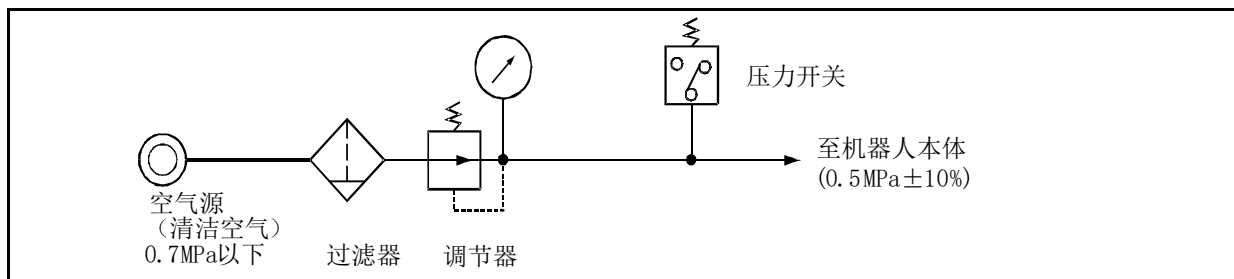

图 2-19：抓手用压缩空气供应电路示例
抓手用压缩空气供应电路示例如图 2-19 所示。
- 2) 工厂压缩空气压力过低时，由于抓手的抓紧力过低等有可能导致实际作业故障。作为该防止措施，应按图 2-19 所示在压缩空气源上安装压力开关，并设置压力过低时使机器人停止的电路。即使有压力开关仍然会发生故障的情况下，应使用机械锁定式抓手、通过弹簧压力进行抓紧的抓手。